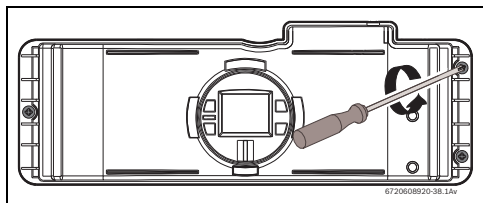
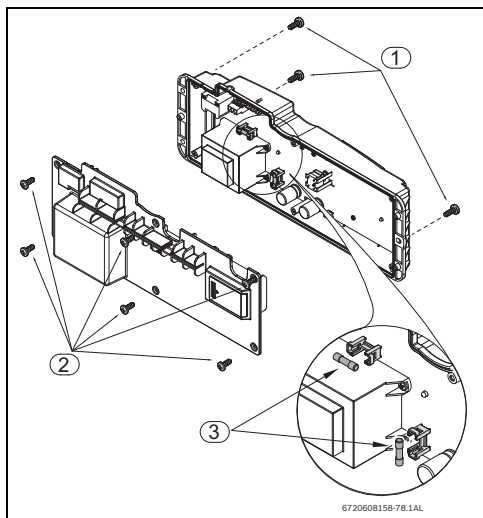

Fig. 57
Fig. 58 Localização dos fusíveis
- Desapertar três parafusos na frente da caixa electrónica (Fig. 57 e Fig. 58, pos. 2).
- Puxar a caixa electrónica para aceder aos seis parafusos na parte posterior e removê-los, ver Fig. 58, pos.2.
- ▶ Desapertar três parafusos na frente da caixa electrónica. (Fig. 57).